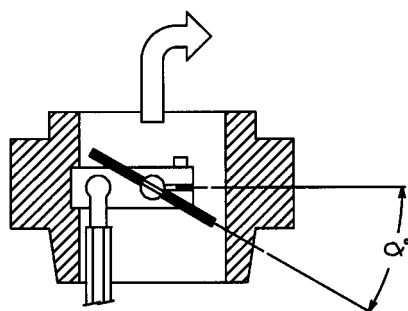

Fig. 31
- 3 Regular la erogación del gas en llama baja (la misma posición de la llama de encendido), interviniendo en los tornillos regulables V (véase Fig. 32) para cambiar el ángulo de apertura de la válvula de mariposa (Fig. 31), girar en sentido horario para aumentar el caudal del gas, en sentido antihorario para disminuirlo.